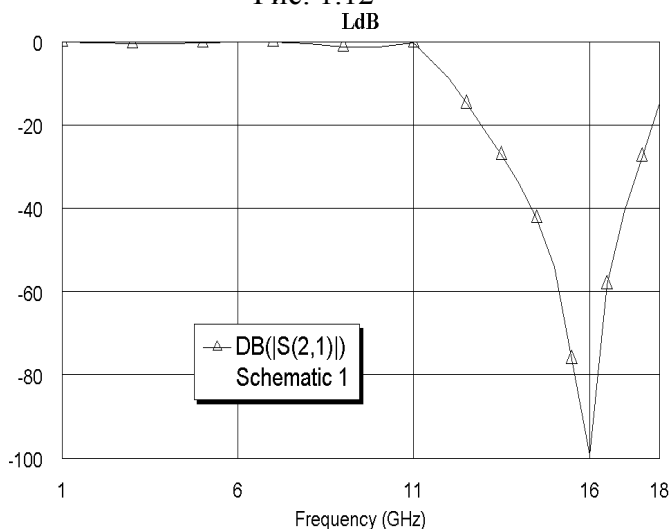

Рис. 1.13
4. Для проведения анализа созданной схемы выберите в меню команду **Simulate>Analyze** или щёлкните по значку **Analyze** на панели инструментов. Полученный график показан на рис. 1.13.